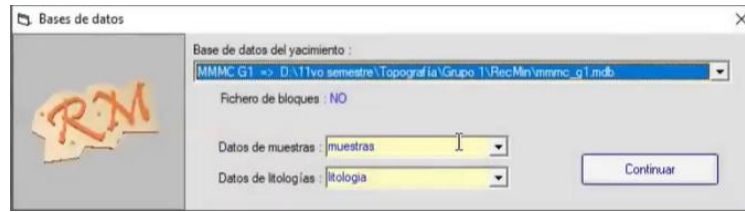

Figura 393. Dirección del archivo.
28. En la ventana “Base de datos”, verificar la dirección de la carpeta en la cual se encuentra guardado el proyecto y presionar “Continuar”. Figura 393.